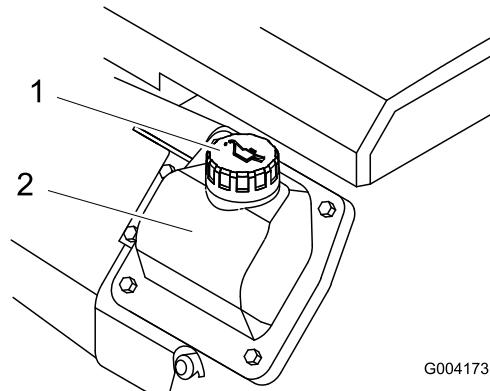

Figura 10
8. Si el nivel de aceite es bajo, límpie alrededor del tapón de llenado y retire el tapón (Figura 10).